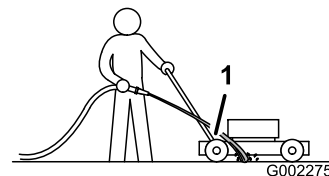

Bild 33
3. Halten Sie den Wasserschlauch auf Griffhöhe und richten Sie den Wasserstrahl unmittelbar vor dem **rechten** Hinterrad auf den Boden (Bild 33).